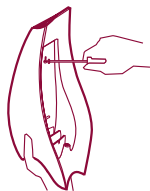

Рис. 5
- Вставьте в стену дюбели и закрепите базу для зарядки батарей винтами (рис. 5).